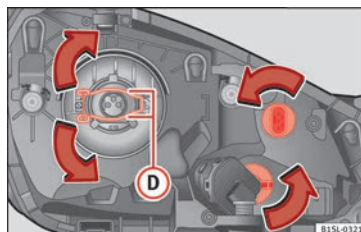

Fig. 85 Projecteur gauche
- Appuyez sur l'étrier de sécurité » fig. 85 (D) vers le bas dans le sens de la flèche, puis décrochez-le sur le côté et éloignez-le.
- Placez l'ampoule, ramenez-la à sa position et accrochez l'étrier de sécurité » fig. 85 (D).